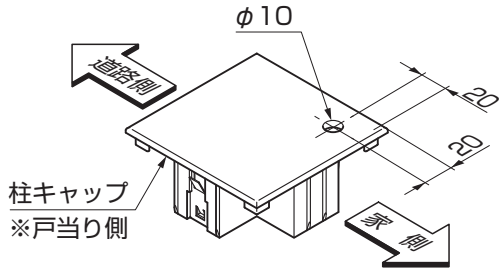

図3-1
- ①戸当り側の柱キャップに、 $\phi 10$ の下穴をあけてください。(図3-1参照)